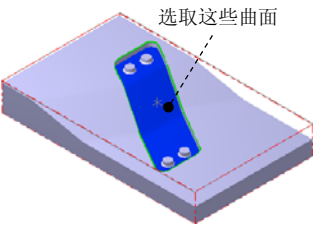

图 14.21 选取加工面
(1) 在图形区中选取图 14.21 所示的曲面 (共 5 个), 然后按 **Enter** 键, 系统弹出“刀具路径的曲面选取”对话框。